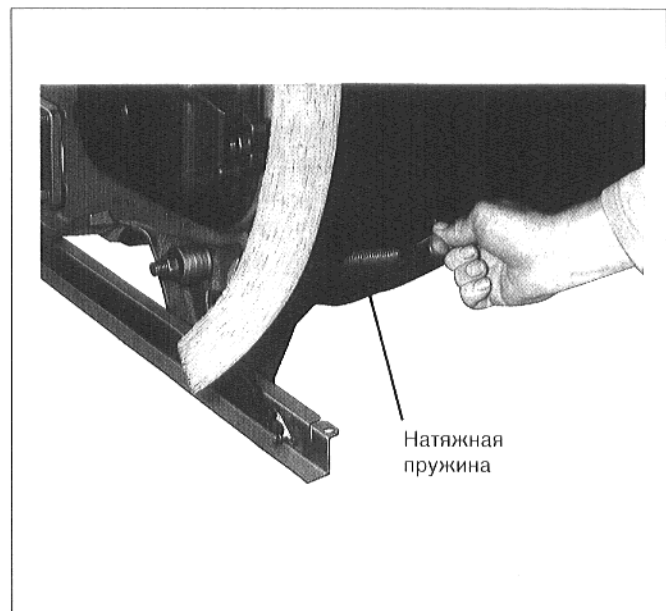

Рис. 38
- Зцепить натяжные пружины, соответственно пункту 9.2. и рис. 38, слева и справа за нижние крепежные штанги. Натянуть пружины, прижать изоляционные элементы к блоку котла и зацепить натяжные пружины за дублированную поверхность изоляционных элементов.